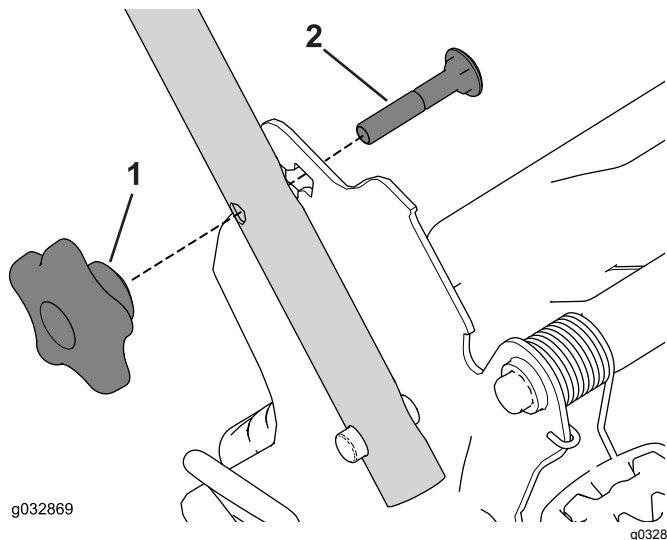

Figura 19
1. Retire y guarde los 2 pomos del manillar y los 2 pernos de cuello cuadrado de los soportes del manillar (Figura 19).